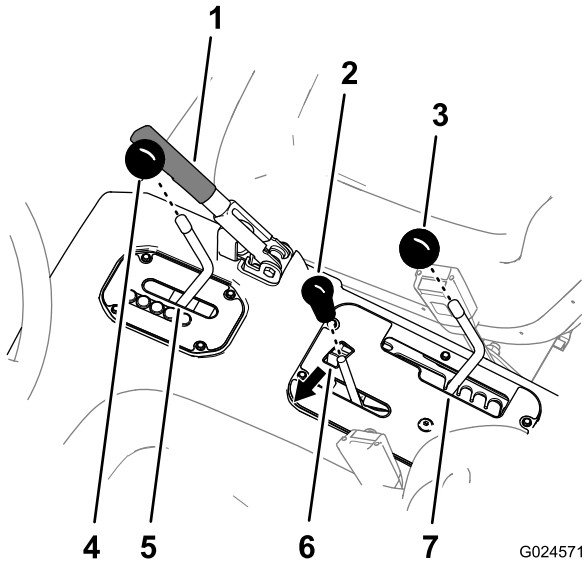

Figura 7
1. Compruebe que el freno de estacionamiento está puesto (Figura 7).
2. Mueva la palanca de la transmisión a la posición L (velocidad baja hacia adelante) (Figura 7).
3. Mueva la palanca de velocidad a la posición A (intervalo alto) (Figura 7).
4. Mueva la palanca de elevación hidráulica a la posición de elevación, y ponga el bloqueo de elevación hidráulica (Figura 7).
5. Retire los pomos de las palancas de la consola y de la palanca de la transmisión girando los pomos en sentido antihorario (Figura 7).